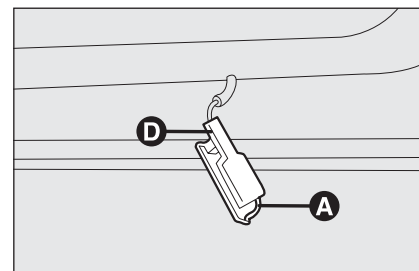

fig. 35
- ☐ saque la lámpara empujando el muelle **A**-fig. 35 con un destornillador;
- ☐ volver a montar la lámpara introduciéndola primero del lado **D-fig. 35** y presionando luego el otro hasta oír el “clic” de bloqueo del muelle.